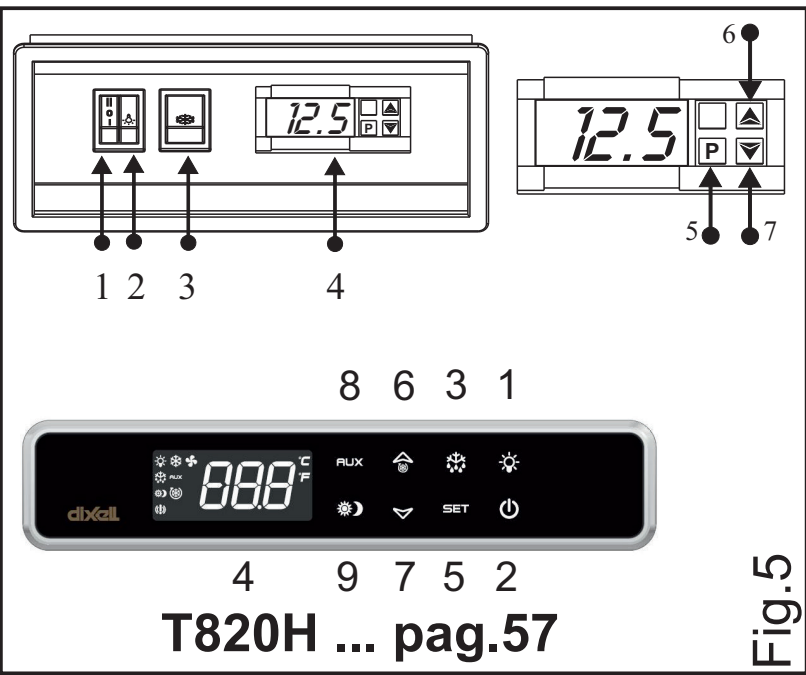

Fig.5
**1. Int. sollevamento cupola:** Serve per aprire e chiudere la cupola- Posizione II sollevamento- Posizione O sosta- Posizione I abbassamento **2. Int. luce:** Serve per accendere la luce interna. **3. Int. refrigerazione:** Serve per accendere l'impianto refrigerante. **4. Termometro:** Indica la temperatura all'interno dell'apparecchiatura. **Termostato:** Regola la temperatura dell'apparecchiatura. **a) Il Tasto 5 "SET o P"** premuto una volta consente di visualizzare la temperatura impostata, che potrà essere modificata agendo sul **Tasto 6 "UP"** o sul **Tasto 7 "DOWN"** (vedi Fig.5).